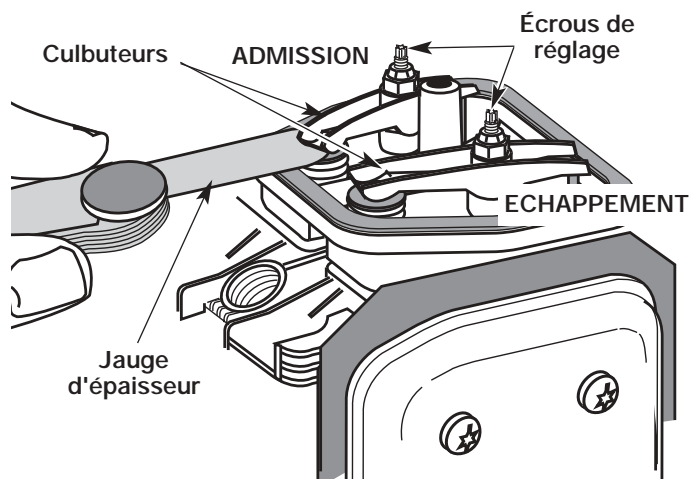

Fig. 27
8. Glissez la jauge d'épaisseur entre le culbuteur et le ressort de rappel de la soupape. Mesurez le jeu entre la tige de soupape et le culbuteur (Fig. 27 & 28). Faites-le pour les soupapes d'admission et d'échappement.
Servez-vous d'une jauge d'épaisseur d'automobile standard de 0,127 et 0,381mm (0,005 et 0,015 po). La jauge d'épaisseur devrait pouvoir glisser entre le culbuteur et la tige de soupape en rencontrant une faible résistance mais sans coller (Fig. 27 & 28).